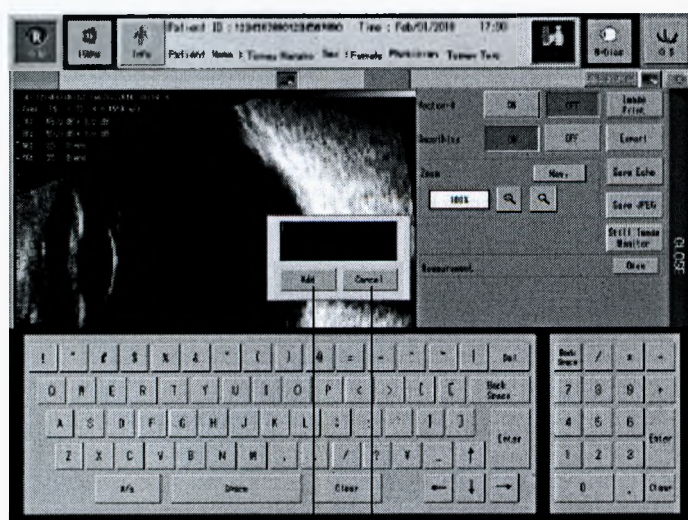

Рис. 2
- 1) Касание кнопки "Comment" (1) открывает окно ввода комментария (Рис. 2) и экранную клавиатуру.